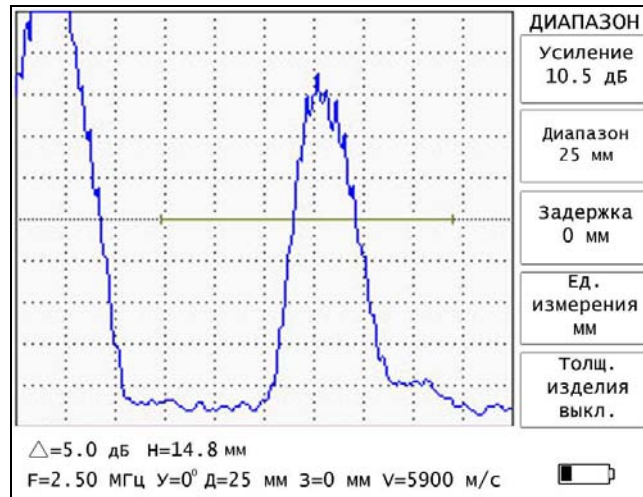

Рис. 5.6.
5.5.2. Меню «**ДИАПАЗОН**» содержит следующие параметры (рис. 5.6).